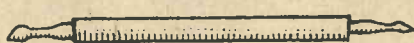

Fig. 10.
14. - *Il bulino.* E' illustrato in fig. 10, e trova ampio uso nella modellatura piatta del cuoio quando il disegno non deve risultare né impresso né in rilievo. Le forme delle sue punte sono studiate in modo da renderlo atto a qualsiasi tipo di effetto di ombra che si desideri ottenere. La fig. 14 mostra uno di questi strumenti in uso.